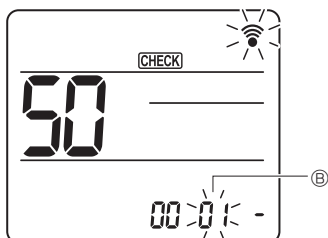

Fig. 6-18
- ③ Επιλέξτε μια κατάσταση λειτουργίας
Πατήστε το κουμπί [01] για να ρυθμίσετε τον αριθμό κατάστασης λειτουργίας ③. (Fig. 6-18)